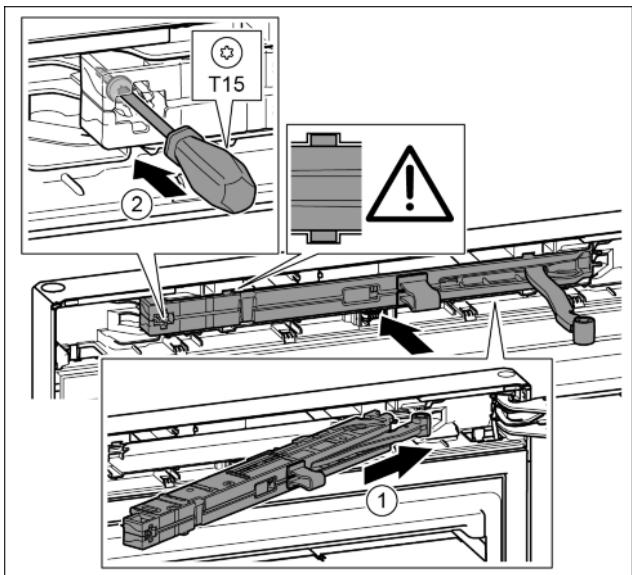

Fig. 43
- ▶ Вставить узел амортизатора со стороны опорного кронштейна в выемку до упора под наклоном. Fig. 43 (1)
- ▶ Затянуть винт отверткой T15. Fig. 43 (2)